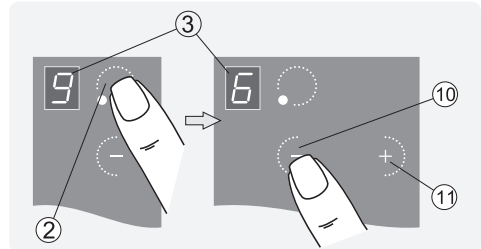

Рис.9
1. Работавшую конфорку касанием зоны ^② перевести в режим управления (рис. 9).